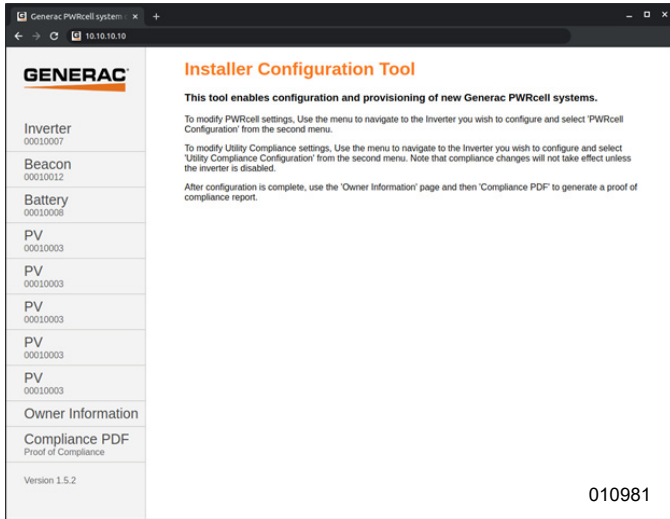

Figura 6-25. Herramienta de configuración del instalador
5. Consulte la Figura 6-25. Abra un explorador web en un teléfono inteligente o en una computadora portátil e ingrese 10.10.10.10 en la URL del explorador. Aparecerá la herramienta del instalador en el navegador.